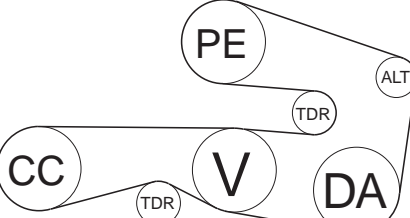

Fig.Mot.28
- Modèles avec galet tendeur additionnel : la sécurité anti-rotation du galet tendeur additionnel doit venir se loger dans la gorge de l'alternateur (Fig.Mot.28).